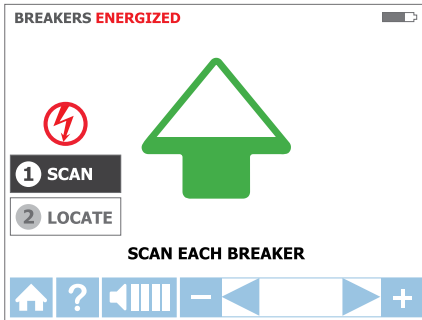

Figura 3.3b
Paso 1 - ① LECTURA:
1. La unidad se iniciará automáticamente en modo ① **SCAN (LECTURA)** como se muestra en la Figura 3.3b.